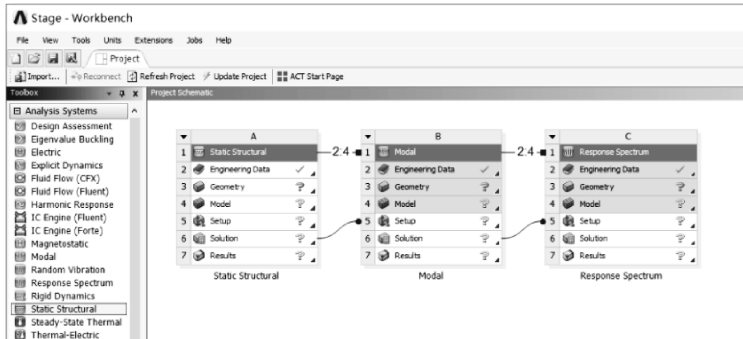

图 4-49 创建响应谱分析
(1) 在工具箱【Toolbox】的【Analysis Systems】中双击或拖动结构静力分析【Static Structural】到项目分析流程图，然后右键单击结构静力分析的【Solution】单元，从弹出的菜单中选择【Transfer Data To New】→【Modal】，即创建模态分析；然后右键单击模态分析的【Solution】单元，从弹出的菜单中选择【Transfer Data To New】→【Response Spectrum】，即创建响应谱分析，此时相关联的数据共享，如图4-49所示。
(2) 在 Workbench 的工具栏中单击【Save】，保存项目实例名为 Stage. wbpj。工程实例文